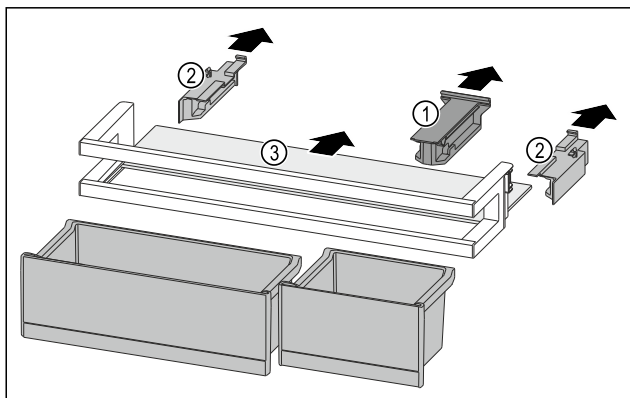

Fig. 159
- ▶ Снимите крепление Fig. 159 (1).
- ▶ Снимите боковые части Fig. 159 (2).
- ▶ Извлеките съёмную полку Fig. 159 (3).